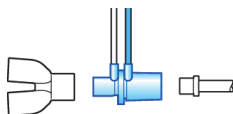

Figura 6-7. Instalação do sensor fluxo infantil
1. Coloque um sensor fluxo entre a peça em “Y” do circuito de respiração e a conexão ao paciente (Figura 6-7).